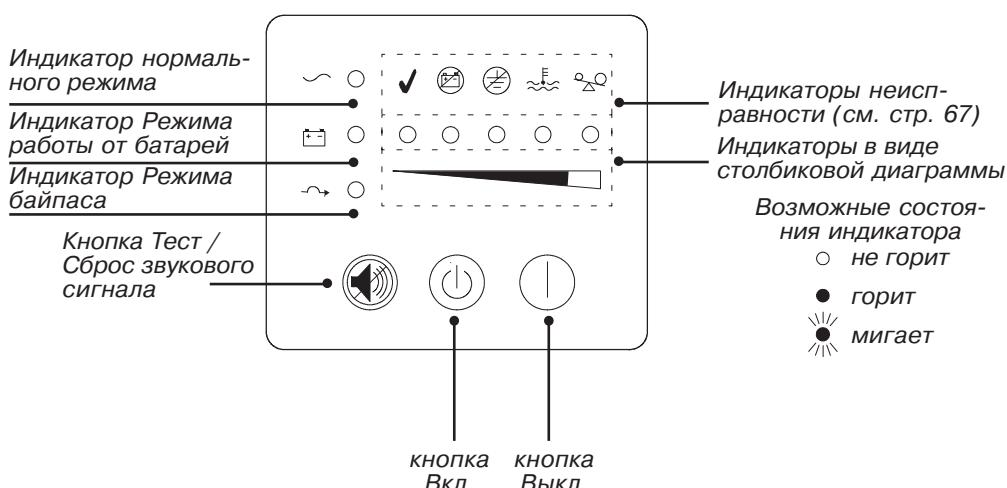

Рисунок 27. Передняя панель ИБП
11. Нажмите кнопу Вкл. | (см. рис. 27 на стр. 42). Индикатор – перестанет мигать, и индикаторы в виде столбиковой диаграммы покажут величину нагрузки, подключенной к ИБП.
После подключения ИБП к сети электропитания запускается самотестирование, и ИБП переходит в режим ожидания. Чтобы включить ИБП, нажмите кнопку Вкл. | на передней панели (см. рис. 27). Индикатор ~ перестанет мигать, и индикаторы в виде столбиковой диаграммы покажут величину нагрузки, подключенной к ИБП.